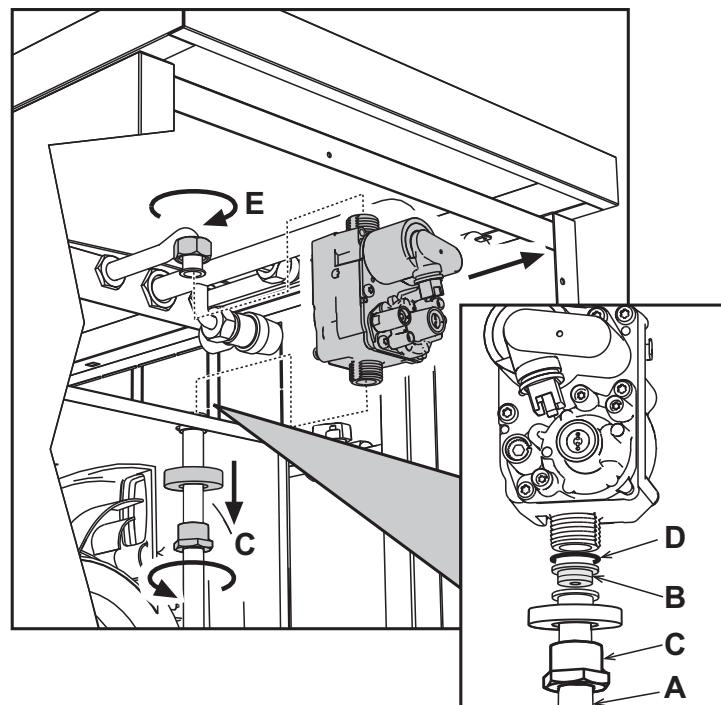

fig. 23
4. **Svitare il girello **C** e quello **E** e rimuovere la valvola gas (vedi fig. 23).**
5. Sostituire l'ugello **B** inserito nel tubo gas con quello contenuto nel kit di trasformazione interponendo la guarnizione **D** (vedi fig. 23).